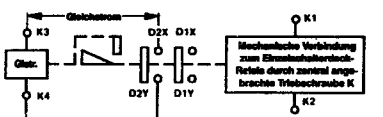

**ABBILDUNG 1**
- Montierschrauben F der Verriegelungseinheit lockern (Abbildung 1 und 2).
- Unverlierbare Deckelschrauben A und B lockern und Relaisdeckel und rote Querstange entfernen. Abbildung 1.
- Schraube B der Querstange vom Relais entfernen und wegwerfen. Abbildung 1. Das rote Bedämpfungselement und der Schutzdeckel werden nicht entfernt.